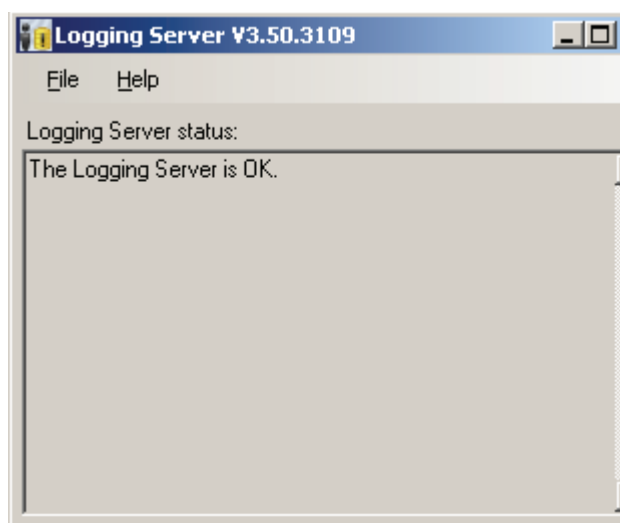

Abb. 56.4: Hauptfenster
- 1 Doppelklicken Sie auf das Symbol *Logging Server* (siehe Abb. 56.2). Es erscheint ein Bildschirm, der dem in Abb. 56.4 ähnelt.